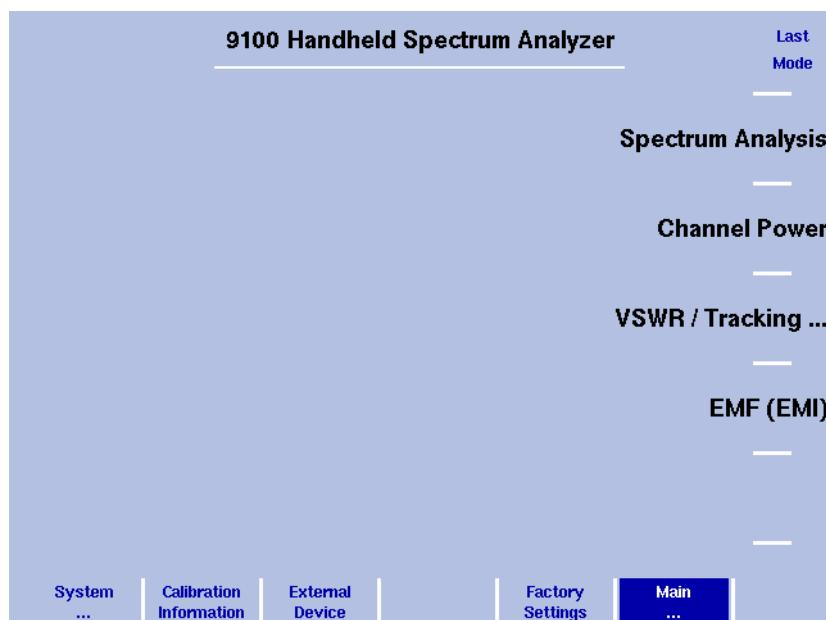

Abbildung 5 Auswahl eines Messmodus
- 1 Drücken Sie die Funktionstaste **MODE**. Das Menü Mode wird angezeigt (siehe Abbildung 5).